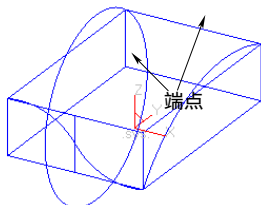

图 6-43 绘制圆
10) 按 F9 选择 YZ 平面为构图面, 然后选择下拉菜单“造型”→“曲线生成”→“圆”命令, 或者单击“曲线生成栏”工具栏上的“圆”按钮 , 选取“两点_半径”画圆方式, 捕捉选择如图 6-43 所示的两点输入半径 65mm, 绘制圆。